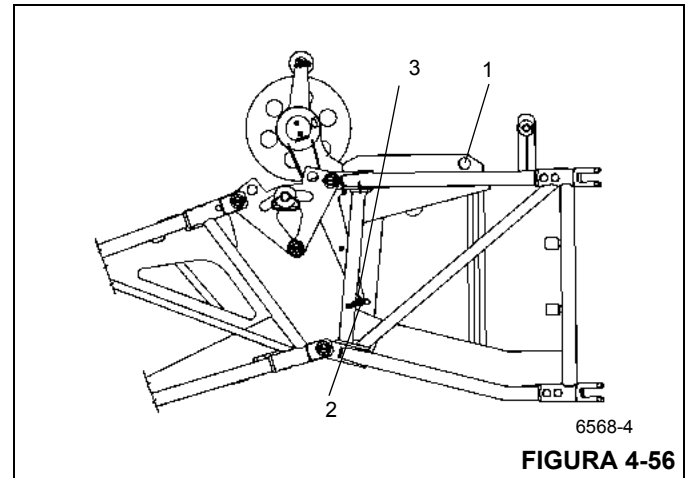

FIGURA 4-56
- Remova o pino (2) do furo (1). Figura 4-56
- Dobre a polia defletora para cima e fixe com o pino no furo (3).